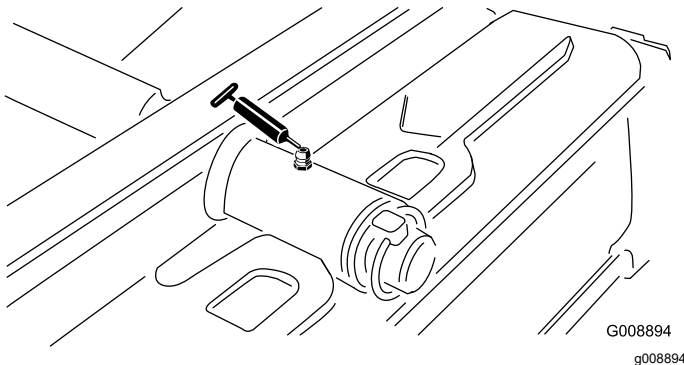

Bild 37
- Drehbüchsen am hinteren Mähwerk (Bild 37)